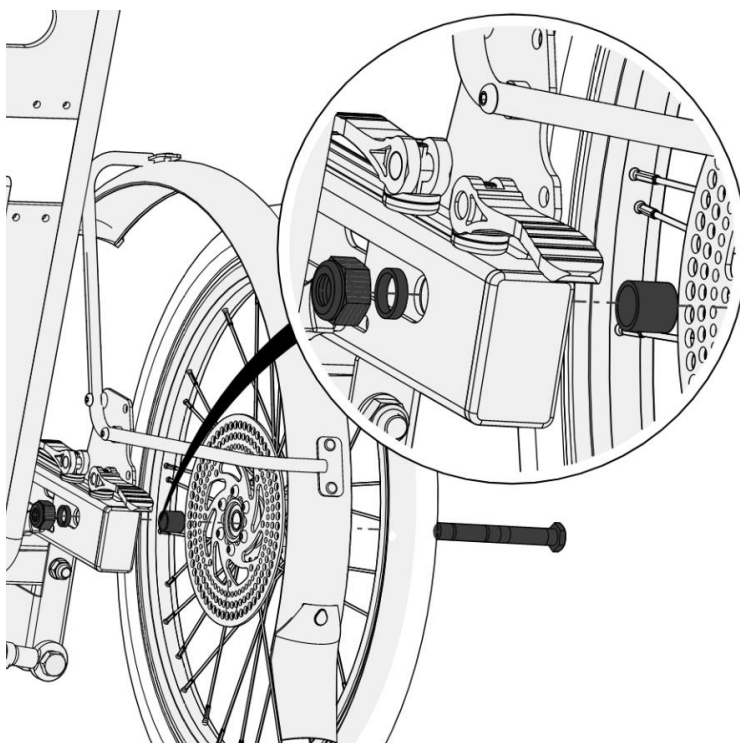

Figure 14 - Montage de la roue droite
- Les éléments doivent se retrouver dans l'ordre suivant : axe de roue, roue, entretoise longue, support de fusée de l'AddBike+, entretoise courte, et écrou (Cf. figure 14).